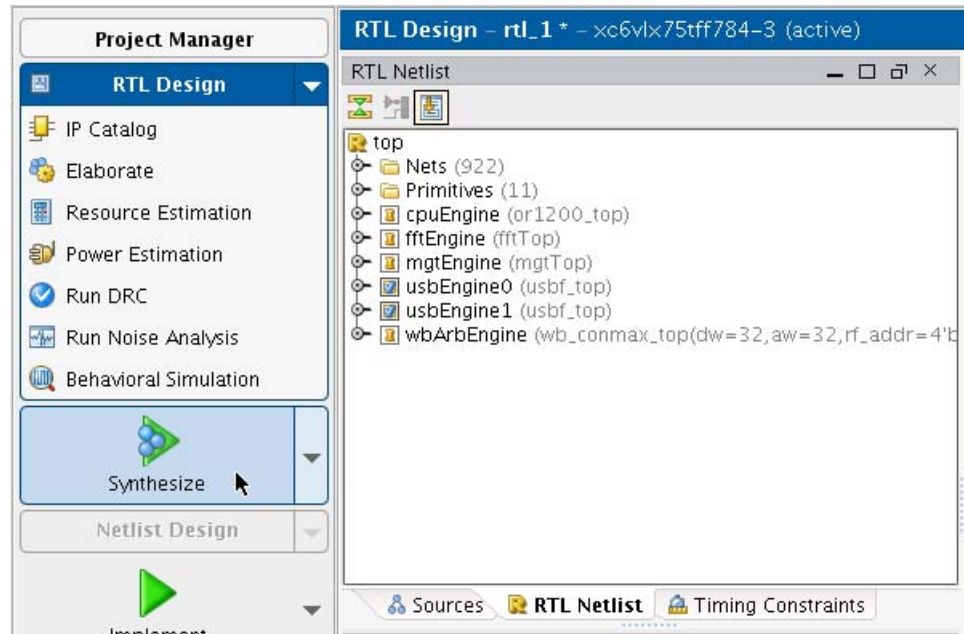

図 1-6：XST インクリメンタル合成の実行
1. 合成を開始するには、Flow Navigator の [Synthesize] ボタンをクリックします。特定の XST オプションを設定したり、パーティションの設定を確認するには、[Synthesize] ボタンの右側のドロップダウンメニューを使用できます。ドロップダウンリストから [Synthesis Settings] をクリックします。このデザインでは、デフォルトのまま使用しますので、図 1-6 に示す大きな緑の [Synthesize] ボタンをクリックします。